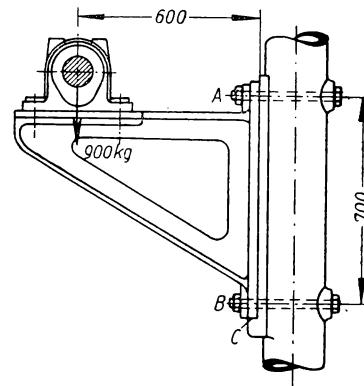

Bild 167
- 301.** Ein Wandarm (Bild 167), an einer Säule mittels der Schrauben A und B befestigt, trägt in 600 mm Ausladung das Lager einer Triebwerkswelle, das 900 kg senkrechte Belastung ausübt. Welche Kräfte wirken zur Befestigung des Wandarms an der Säule?